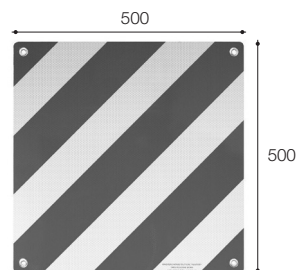

Figura V.3
1. I pannelli quadrangolari per segnalare sporgenze longitudinali del carico da installarsi alla estremità della sporgenza ai sensi dell'articolo 164, comma 9, del codice devono corrispondere al tipo indicato nella figura V.3 e devono avere una superficie minima di 2500 cmq. Detta superficie deve essere rivestita con materiale retroriflettente a strisce alternate bianche e rosse disposte a 45°.